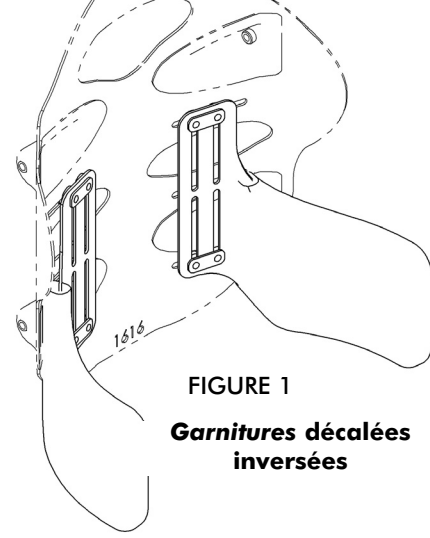

FIGURE 1
1. LES SUPPORTS LATÉRAUX PEUVENT ÊTRE MONTÉS À L'ENVERS SUR LES CÔTES OPPOSÉES AFIN D'OBTENIR UN SOUTIEN PLUS BAS – VOIR FIGURE 1